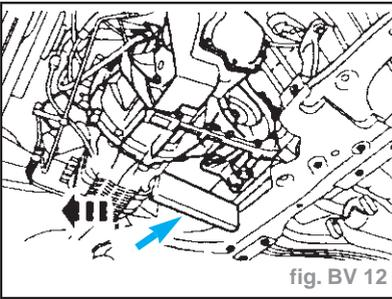

fig. BV 12
- Faire pivoter l'ensemble moteur et boîte de vitesses vers l'avant et le caler avec une cale en bois (d'env. **300 mm** de long) (fig. BV 12).
- Pousser l'ensemble moteur/boîte de vitesses vers l'avant et insérer une cale en bois d'environ **350 mm** de long entre le moteur et le berceau (fig. BV 12).